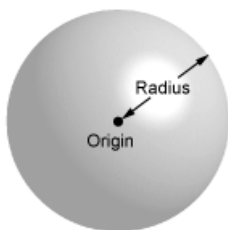

图 3-65 球形
- 球形，由 **Sphere** 按钮提供，参数如图 3-65 所示。